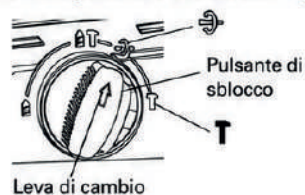
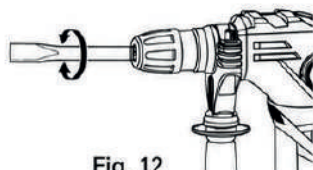

Fig. 11
Fig. 12
- (1) Montare la punta a scalpello o la punta fredda.
- (2) Premere il pulsante di sblocco e portare la leva di cambio sul simbolo **T**. (Fig. 11) Rilasciare la rotazione, ruotare l'utensile e regolarlo nella posizione desiderata. (Fig. 12)